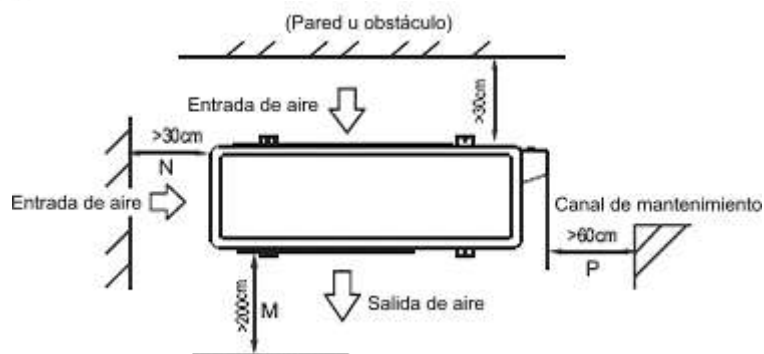

Fig. 5-5
- La distancia mínima entre la unidad exterior y los obstáculos descritos en el gráfico de instalación no significa que deba aplicarse lo mismo a una situación en la que el espacio sea hermético. Deje abiertas dos de las tres direcciones (M, N, P) (consulte la Fig. 5-5)